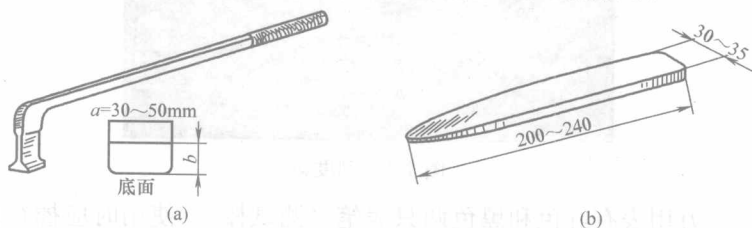

图 1-2 嵌线工具
答 (1) 工具主要有压线板、理线板、弯头剪刀、尖嘴钳、手锤、烙铁等。压线板[见图 1-2(a)]是用来压线及折复绝缘的,其压脚宽度为槽上部宽度减去 $0.6\sim 0.7\text{mm}$,脊部为槽口宽度的 $1/3\sim 1/2$,长度为 $40\sim 45\text{mm}$,应光滑无尖角。理线板[见图 1-2 (b)]用竹、塑料或胶木板制成,用来清理槽内导线,纠正匝间交叉等。其头部应磨光滑且厚薄适宜,能插入 $2/3$ 槽深处。